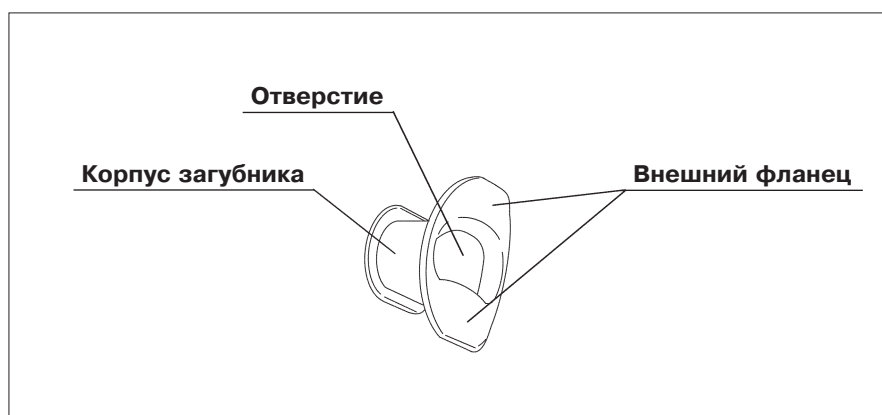

Рис. 3.9
1. Убедитесь в отсутствии трещин, деформаций и изменений окраски на загубнике (см. рис. 3.9).
2. Используя кончики пальцев, проверьте все поверхности загубника на предмет наличия царапин или других дефектов (см. рис. 3.9).